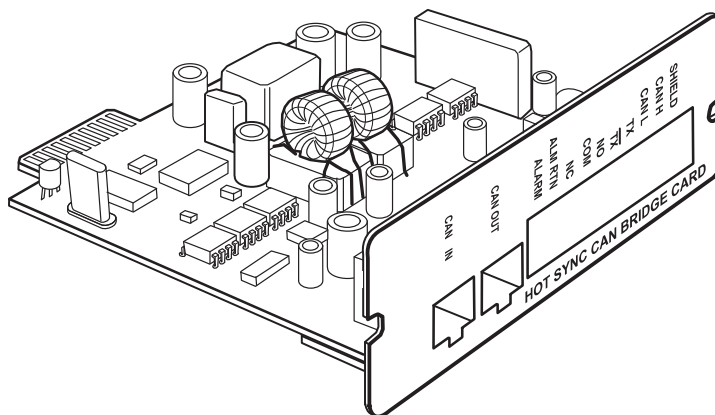

Рисунок 41. Плата Powerware Hot Sync CAN Bridge
3. Распакуйте плату Powerware Hot Sync CAN Bridge и убедитесь, что плата не была повреждена во время транспортировки (см. рисунок 41).